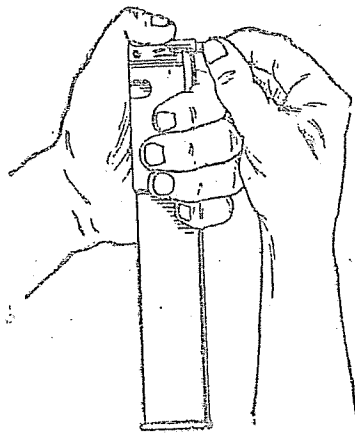

Рис. 14. Как снарядить магазин
2. Правой рукой положить патрон на подаватель магазина; надавить на патрон большим пальцем левой руки так, чтобы он опустился ниже загибов магазина; правой рукой подать патрон назад (рис. 14).